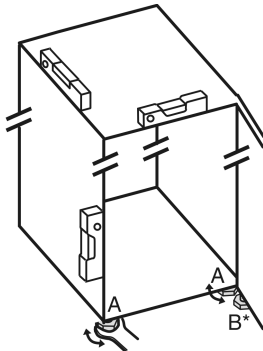

Fig. 23
- ▶ 用随附的开口扳手将垫脚 Fig. 23 (A)借助水平仪旋出，直至稳固、平坦对齐冰箱。
- ▶ 使用随附的开口扳手旋出托架上的垫脚 Fig. 23 (B)，直至垫脚平置于地板。
- ▶ 将垫脚 Fig. 23 (B)继续旋转 90°。